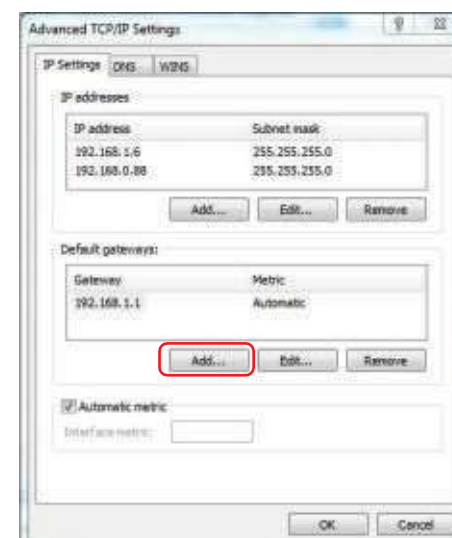

Fig. 6.10
- (4) Reveniți la “Advanced TCP/IP settings”, adăugați gateway făcând clic pe “Add...” așa cum este indicat în Fig. 6.10.